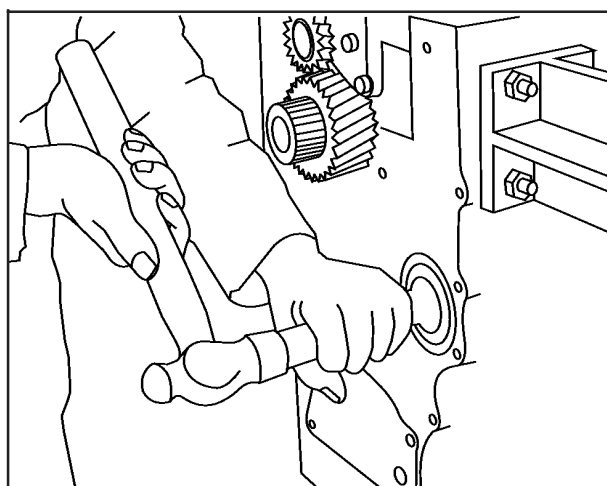

FIG 11
1. Coloque a bucha no bloco com a ferramenta número 81 30 407, **Fig. 11**.